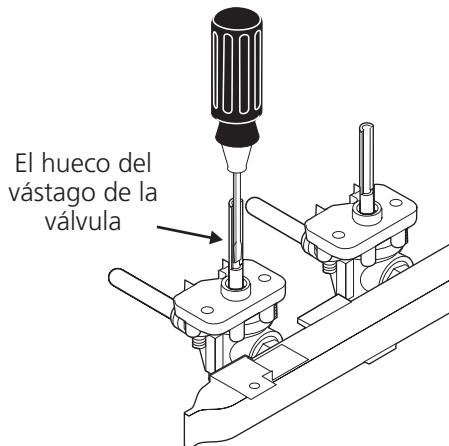

Figura 16
5. Verifique el ajuste "LO" O "SIMMER" de las válvulas de superficie de quemador (ver Figura 16)